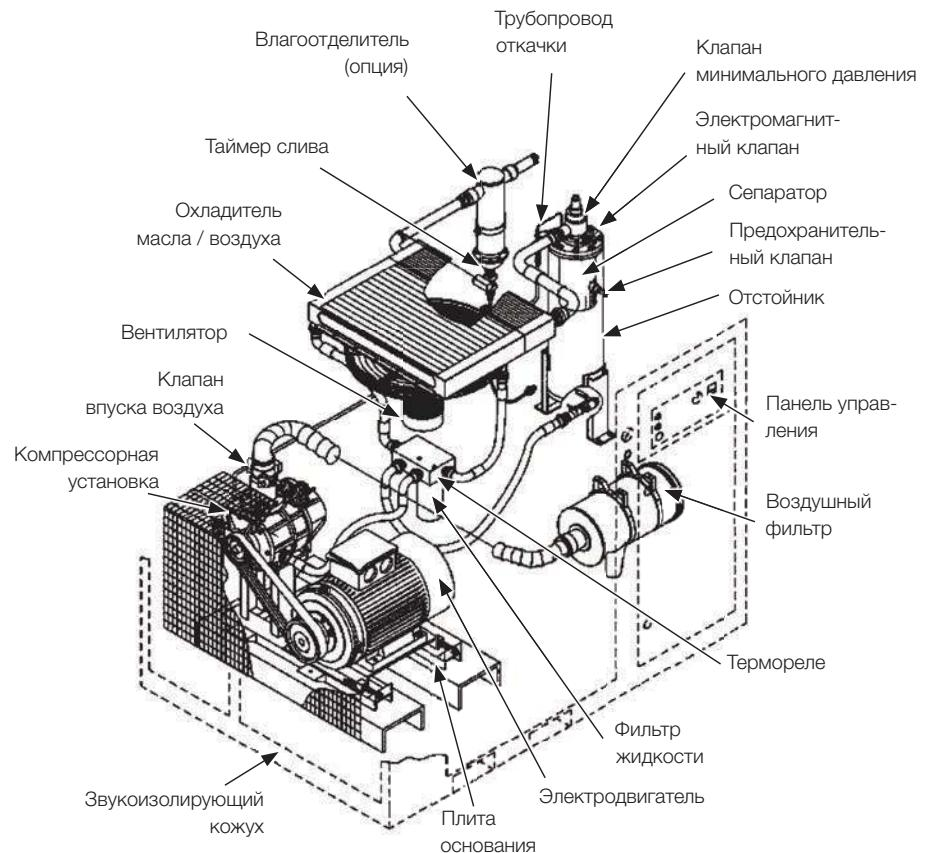

Рис. 4.1 Системы компрессора
- Детали и сборные механизмы компрессора SB четко обозначены на рис. 4.1. Компрессорная установка состоит из компрессора, электродвигателя, стартера, системы воздухозабора, системы сброса сжатого воздуха, масла/воздушной разделятельной системы, систем смазки и охлаждения компрессора, панели управления, которые все вместе смонтированы в прочном шкафу.